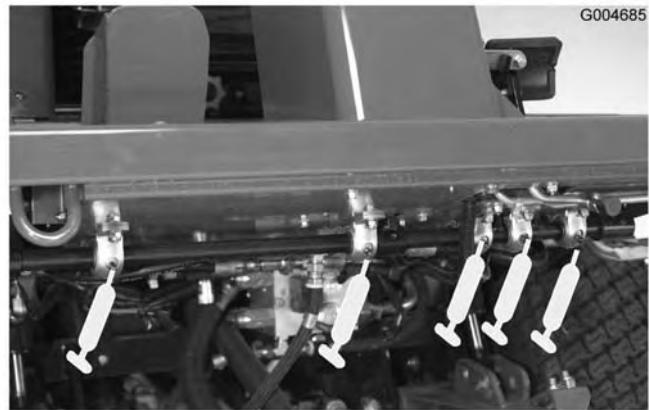

Figura 34
- Cuscinetti orientabili (5) dell'albero del freno (Figura 34)